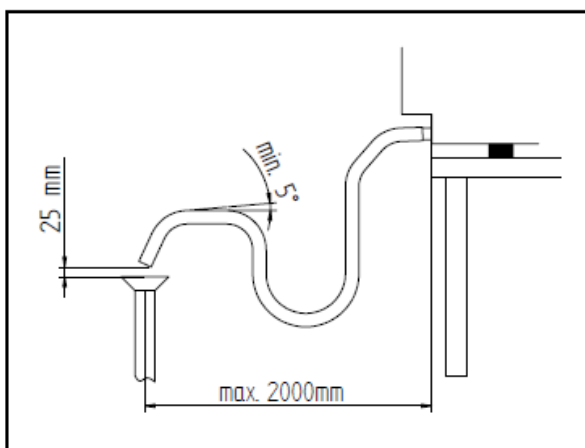

FIG. 1
Выпускной трубопровод должен направляться в открытый выпуск на полу (Рис.1); в противном случае между выпускной трубой прибора и точкой выпуска должен быть перепад уровней по крайней мере 30 см (Рис. 2), таким образом, чтобы облегчить регулярный отток воды. В любом случае, по причинам соответствия действующим санитарным нормативам, трубопровод, соединенный с выпускной трубой прибора не должен прямо контактировать с точкой выпуска.
**Подключение кабеля питания** - Чтобы иметь доступ к клеммной коробке питания, достаточно снять левую боковую панель прибора. Ослабить крепление кабеля, расположенное на задней стенке (внизу) прибора (смотри Рис.1) и пропустить через него кабель до тех пор пока он не достигнет зоны вблизи клеммной коробки. Расположить провода, соединяющие с клеммной коробкой таким образом, чтобы провод заземления был последним, выходящим из своего контактного зажима, в случае если кабель попадет в аномальное натяжение.